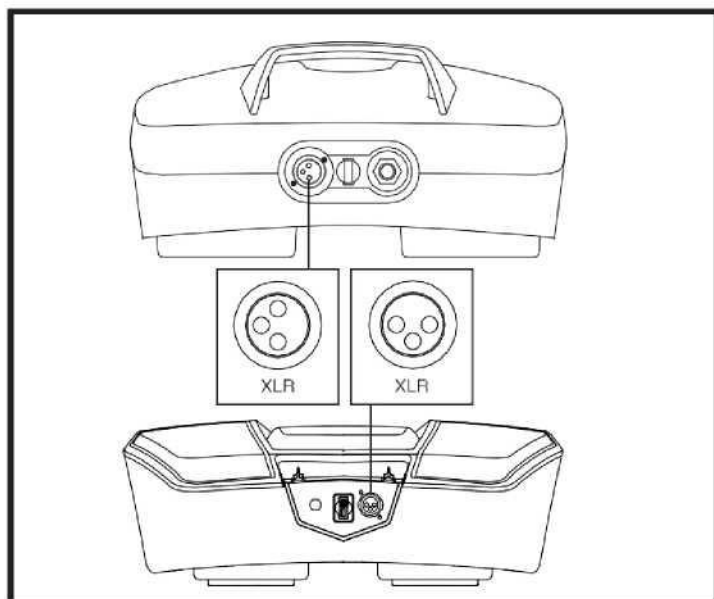

Figura 12. Receptáculo del cable de alimentación del cargador (batería)
3. Conecte el cargador externo a la toma del cargador externo de la batería de la scooter. **Ver Figura 12.**